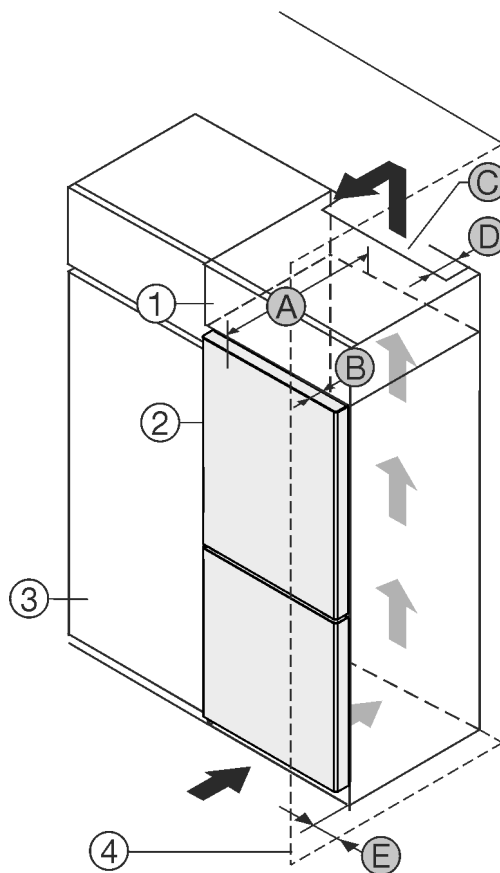

Fig. 1
Ви можете встановити пристрій безпосередньо поряд із кухонною шафою Fig. 1 (3).
Зі зворотного боку шафи для встановлення на пристрої слід передбачити вентиляційну шафу завглибшки Fig. 1 (D) на всю ширину цієї шафи.
Слід дотримуватись вентиляційного отвору Fig. 1 (C) в стелі приміщення.
Якщо пристрій із шарнірами встановлюється поряд зі стіною Fig. 1 (4), відстань між пристроєм і стіною повинна бути не менше 13 мм.
Якщо пристрій із шарнірами встановлюється поряд зі стіною Fig. 1 (4), відстань між пристроєм і стіною повинна бути не менше 20 мм.
Щоб мати можливість повністю відкривати дверцята, потрібно, щоб пристрій виступав на відстань глибини дверцят Fig. 1 (B) відносно передньої панелі кухонної шафи. Залежно від глибини кухонних шаф Fig. 1 (3) та використання пристінних розпірок пристрій може ще більше виступати вперед.